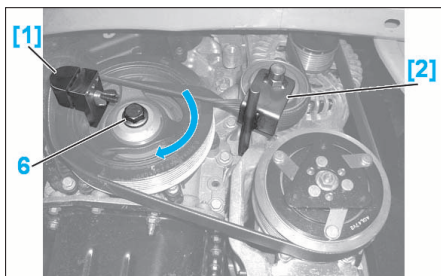

FIG. 26
- Tourner dans le sens horaire la poulie de vilebrequin par la vis (6) jusqu'au montage complet de la courroie d'entraînement des accessoires (2) sur la poulie (4) de vilebrequin et jusqu'au dégagement de l'outil [1] (Fig.26).